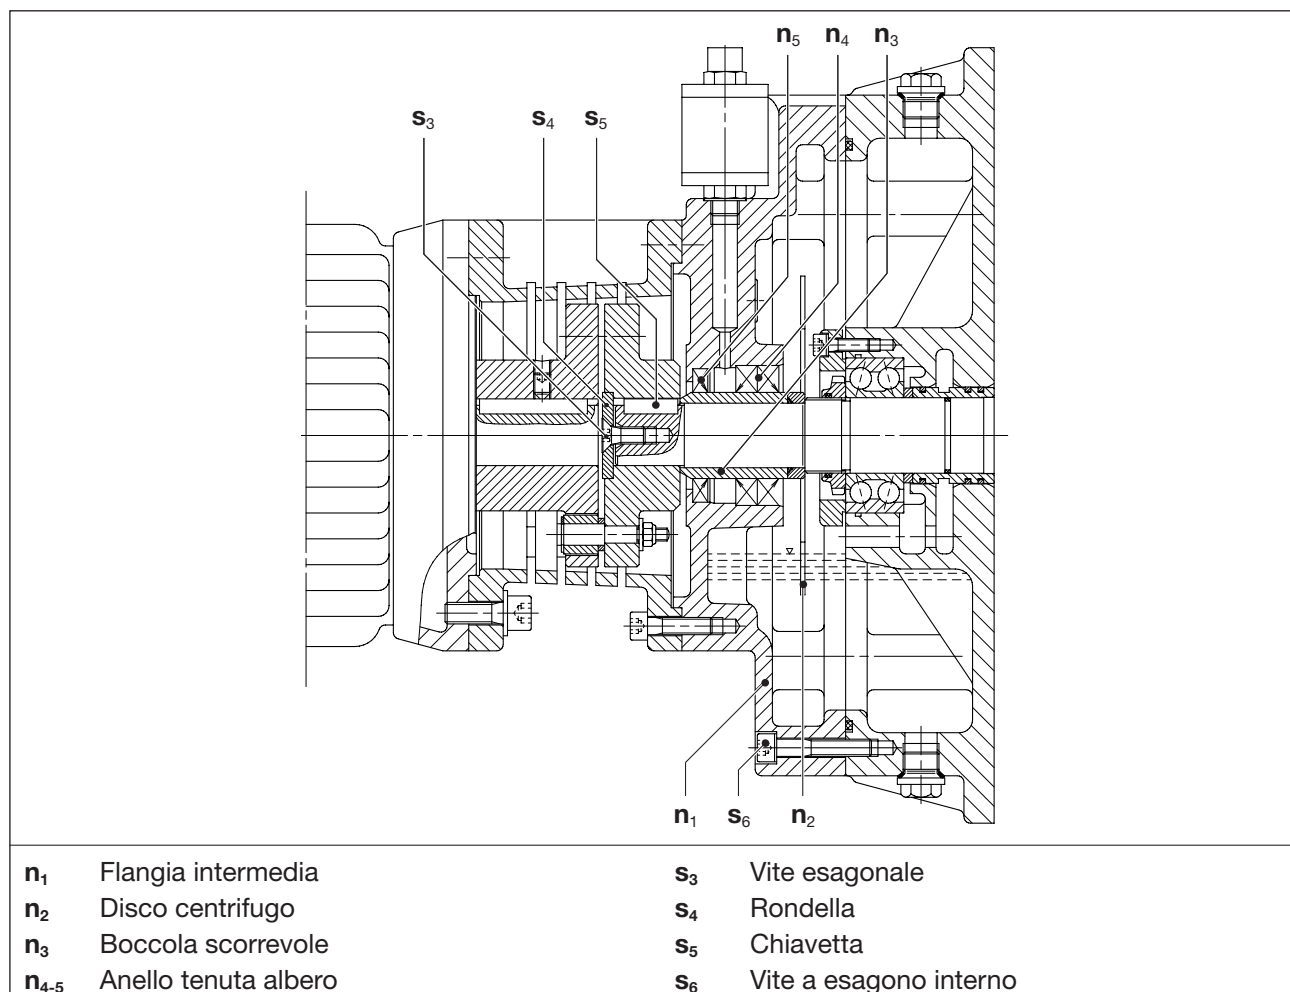

Fig. 11 Anelli di tenuta albero e boccia scorrevole VWP 500 - 1500
- f) Allentare la vite svasata (Fig. 11/s₂) e rimuoverla con la rondella (Fig. 11/s₃).
- h) Rimuovere la chiavetta (Fig. 11/s₅).
- j) Allentare le viti ad esagono interno (Fig. 11/s₆) e togliere la flangia intermedia (Fig. 11/n₁) nella zona dei perni di fissaggio. Il disco centrifugo (Fig. 11/n₂) con le sue aperture perforate deve essere verticale, altrimenti non è possibile rimuovere la flangia intermedia.
- k) Rimuovere la boccola di scorrimento (Fig. 11/n₃) dal pistone rotante.
- l) Estrarre gli anelli di tenuta dell'albero (Fig. 11/n₄ e n₅) dalla flangia intermedia (Fig. 11/n₁) dal lato azionamento con un punteruolo.
- m) Inserire le nuove guarnizioni dell'albero (Fig. 11/n₄ e n₅).
- n) Far scorrere la nuova boccola scorrevole (Fig. 11/n₃) sul pistone rotante.
- o) Rimontare la flangia intermedia (Fig. 11/n₁) e fissarla con le viti ad esagono interno (Fig. 11/s₆). Coppia: VWP 500 = 14 Nm, VWP 1000-1500 = 24 Nm
- q) Inserire la chiavetta (Fig. 11/s₅).
- g) Rimuovere la chiavetta (Fig. 11/s₅).